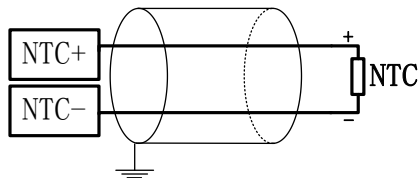

图 4-2-4 热电偶输入接线方法
(2) NTC：为两线制接线方式，建议采用 0.5mm^2 规格的双芯屏蔽补偿导线，将 NTC 热敏电阻的正极和负极分别连接到 NTC+端子和 NTC-端子。屏蔽端连接电源地，如图 4-2-4。